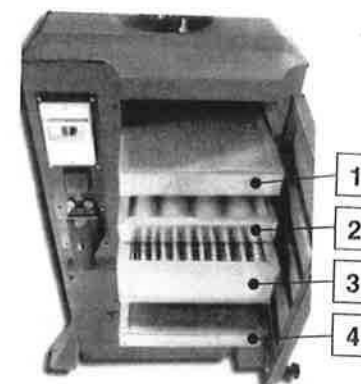
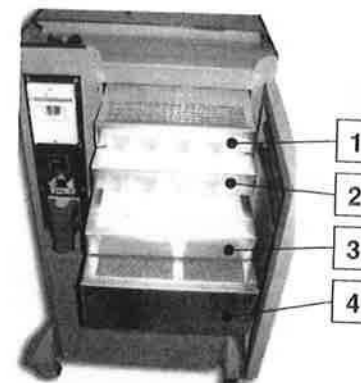

Fig.6
Fig.7
3. Dopo avere effettuato la manutenzione dei diversi componenti dei filtri, reinserirli rispettando l'ordine corretto: si faccia riferimento a **Fig.6**, **Fig.7** e **Fig.8**, a seconda del set installato sul modello acquistato.